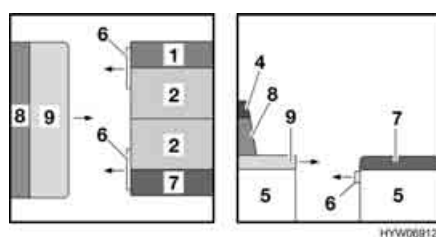

Fig. 107 Durante la trasformazione
- Estrarre la prolunga del cassone letto (Fig. 107,6) da entrambi i cassoni della dinette centrale fino all'arresto.
- Sollevare leggermente il divano (Fig. 107,9) ed estrarlo fino all'arresto.
- Sfilare il cuscino aggiuntivo (Fig. 107,4) dal cuscino dello schienale (Fig. 107,8). Il cuscino aggiuntivo è fissato a quello dello schienale tramite un nastro in velcro e può essere staccato con facilità.